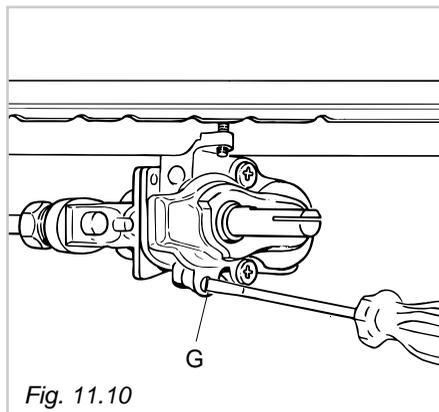

Fig. 11.10
- Sfilare la manopola del termostato e passando attraverso il foro del frontale con un cacciavite a taglio, svitare di circa un giro la vite by-pass **G** (fig. 11.10).
- Avvitare lentamente la vite by-pass **G** (fig. 11.10) fino all'ottenimento di una fiamma lunga 3-4 mm.